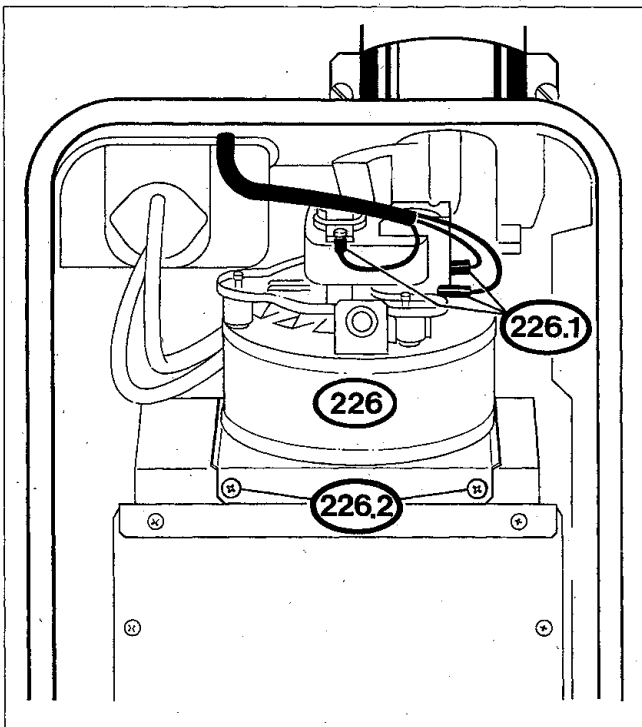

Bild 23
- Elektrische Anschlußleitung (226.1) an Abgasventilator (226) abziehen (Bild 23)
- Schrauben (226.2) des Abgasventilators (226) entfernen und Abgasventilator (226) nach vorne herausziehen (Bild 23)